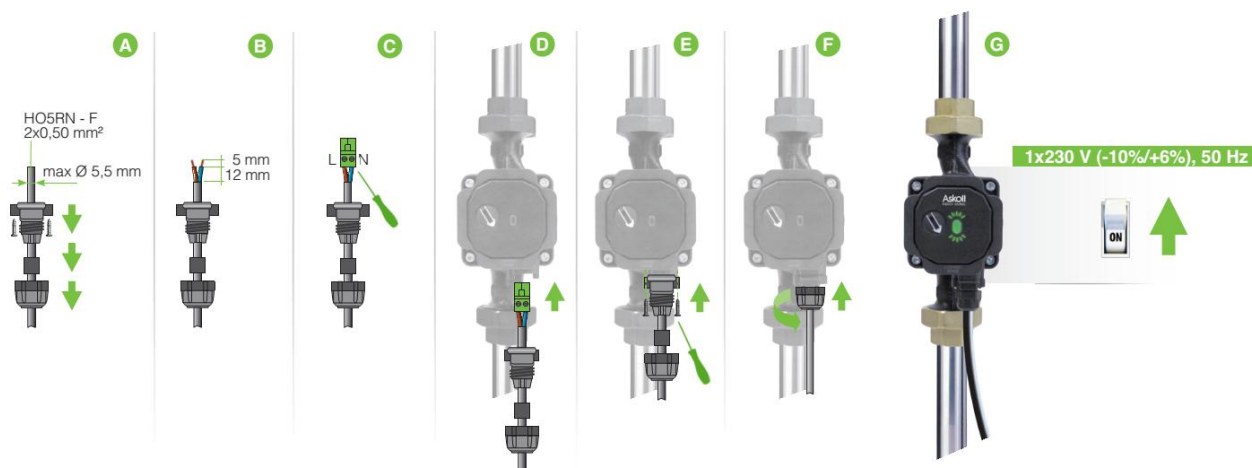

Fig. 8.1: Collegamento elettrico
1. Collegare i conduttori di alimentazione ai morsetti come illustrato in Fig. 8.1, passaggi da A a C.
2. Incastrare la morsettiera nell'apposita sede assicurandosi di collegare il filo blu (conduttore di neutro) con N e il filo blu/marrone (fase) con L (Fig. 8.1.D).
3. Avvitare le due viti (Fig. 8.1.E - la coppia di serraggio deve corrispondere ad un valore massimo di 0,3 Nm).
4. Serrare il dado di tenuta al passacavo (Fig. 8.1.F - (la coppia di serraggio deve corrispondere ad un valore massimo di 2 Nm).
5. L'indicatore LED se acceso indica che l'alimentazione elettrica è presente (Fig. 8.1.G).